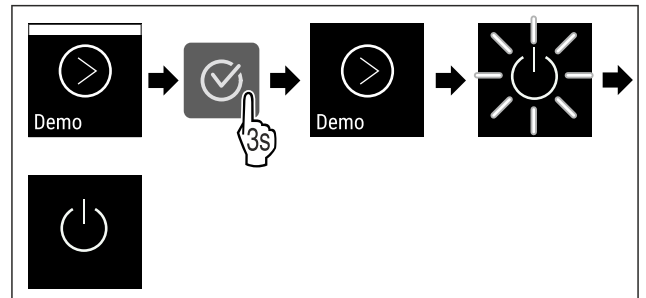

Fig. 111
- ▶ Suivre les étapes (voir Fig. 111).